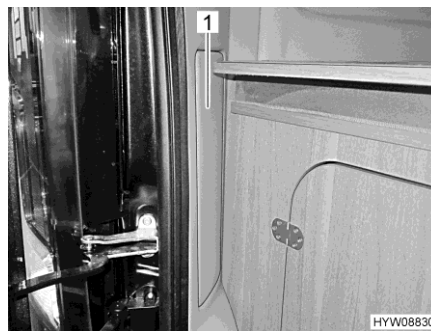

Bild 117 Tillgång till bakljusen (Fiat)
- Ta bort locket (Bild 117,1). Skyddet är fastsatt med kardborrband.